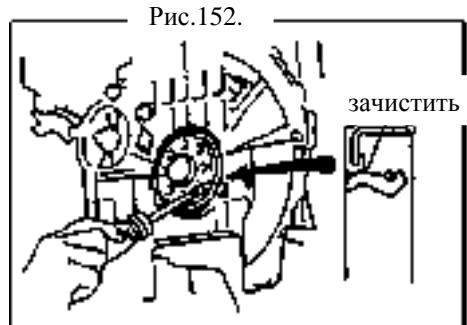

Рис.152.
- Выньте сальник отверткой, завернутой в ленту (рис.152).